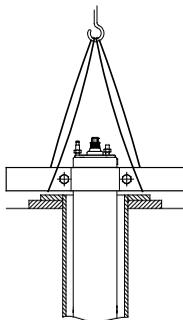

Fig. 15 Motor en posición vertical
2. Coloque el motor en posición vertical en la boca del pozo. Consulte la fig. 15.